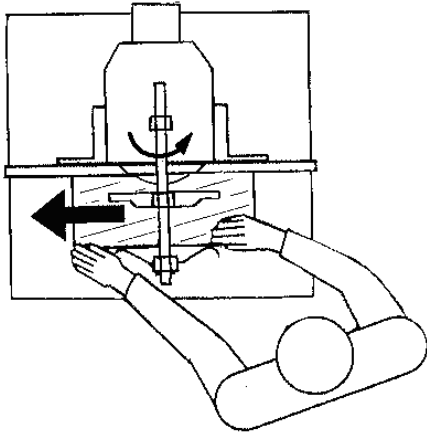

Рисунок 4
**Правильное положение при работе на станке:** Встаньте с передней стороны станка, сместившись от центра (рисунок 4).
Подавайте заготовку в направлении противоположном направлению вращения режущего инструмента (рисунок 4).